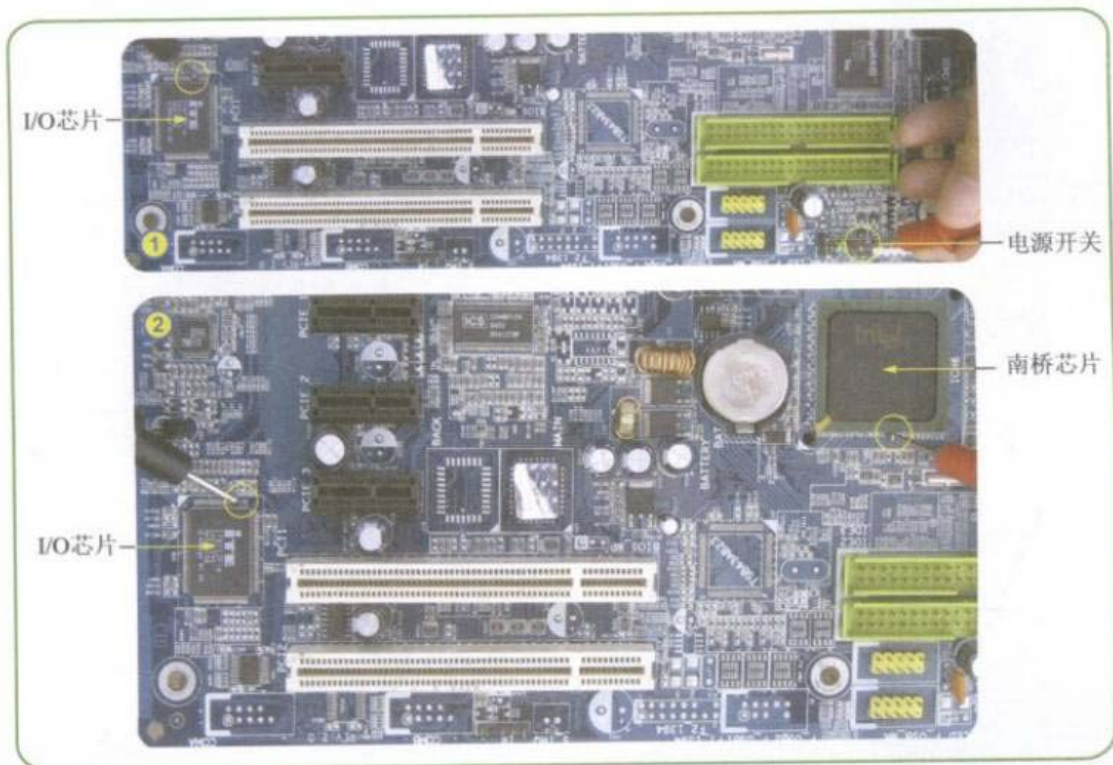

图7-24 测量通过I/O芯片的开机键信号线路
**Step 01** 将万用表调到“蜂鸣”挡，测量从电源开关第1脚到I/O芯片，又从I/O芯片到南桥，如图7-24所示。